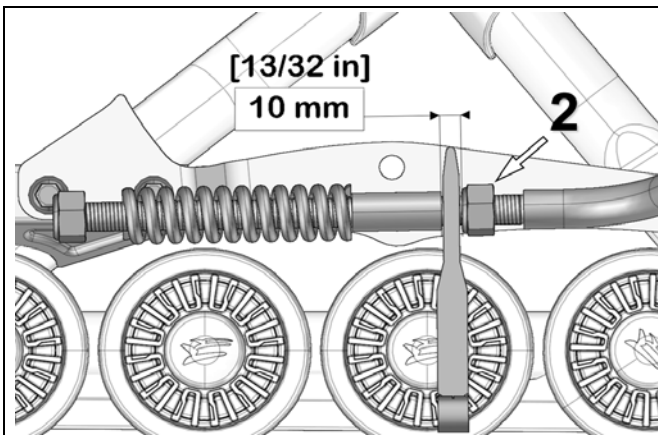

Abbildung 9
- Mutter (2) einstellen, um einen Abstand von 10 mm zwischen der Mutter und der Stabilisierungsarmführung zu erzielen, wie auf Abbildung 9 dargestellt.